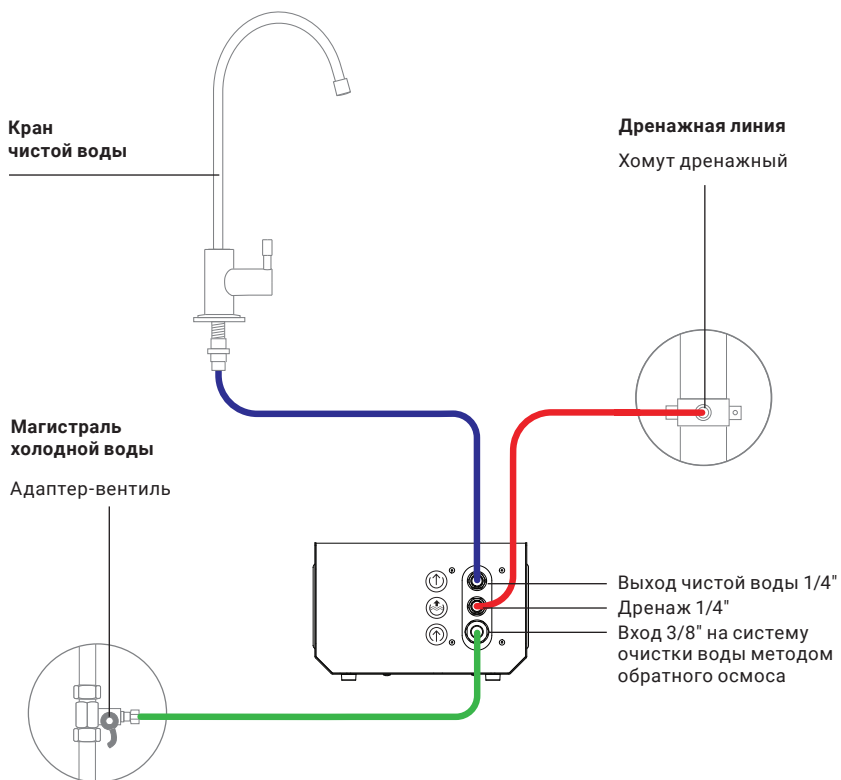

Рис. 2. Схема подключения
2. Произведите подключение фильтра в следующей последовательности (стр. 6, рис. 2):